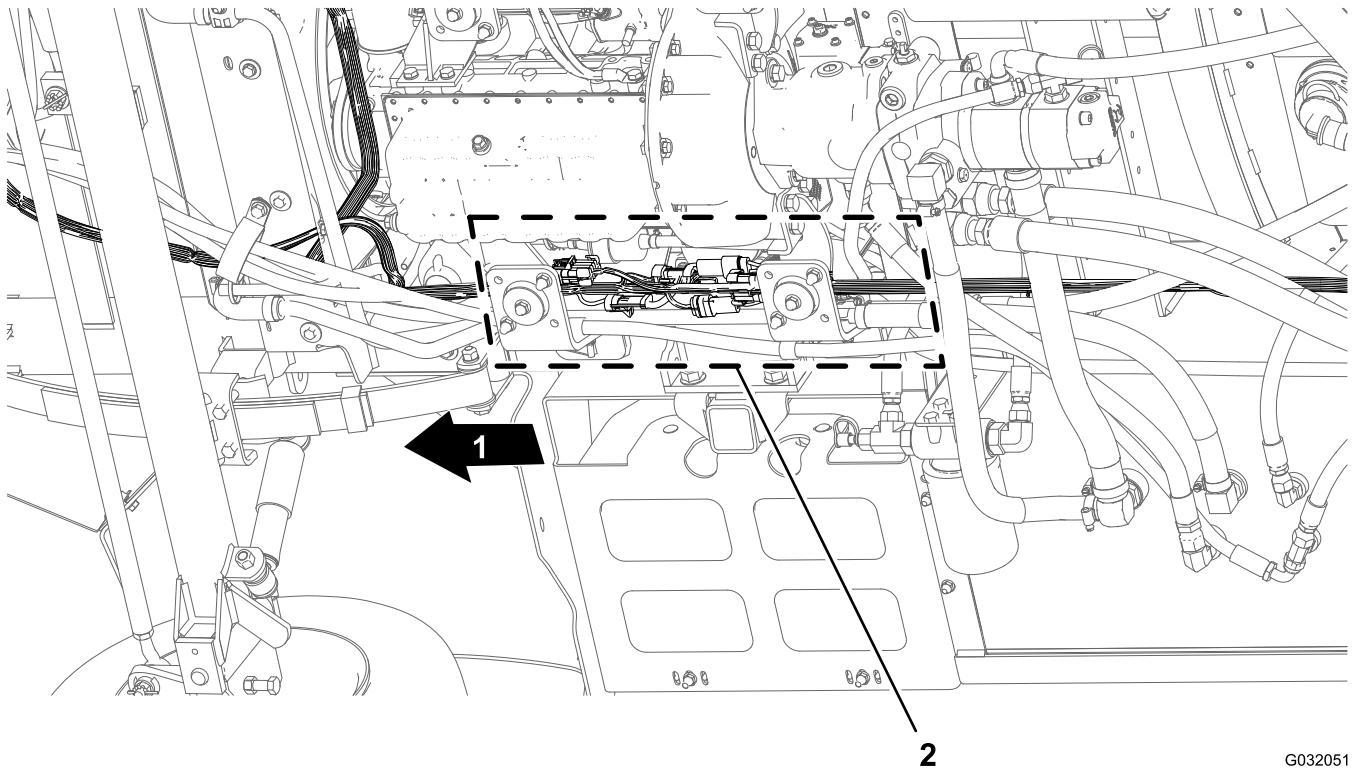

Figura 7
1. Debaixo da máquina, ao lado do tubo da estrutura do lado direito, localize os conectores elétricos para a cablagem dianteira e traseira da máquina (Figura 7).